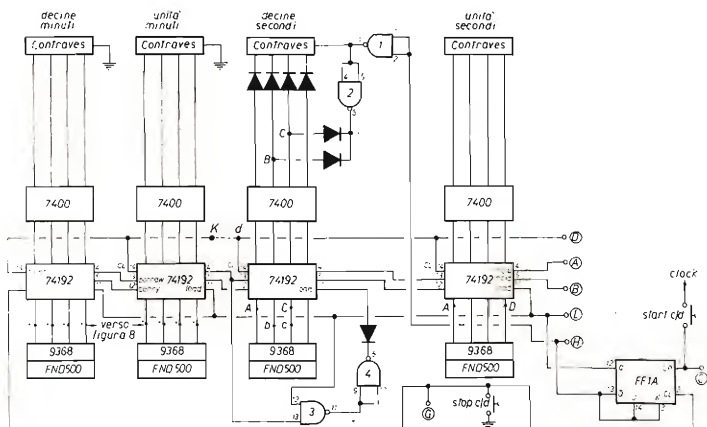

figura 1
Usa (figura 1) quattro decadi 74192 che sono up/down possono cioè contare sia in avanti che indietro. Quando il Load (pin 11) è a massa (0 logico) presentano sulle uscite (pins 2-3-6-7) lo stesso codice BCD presente sulle entrate (pins 1-9-10-15). A impostare gli ingressi «data» provvedono i contraves binari; poiché i contraves che si trovano normalmente in commercio hanno le uscite negate, sono messi cioè a zero i bit corrispondenti al numero impostato, si interpongono tanti inverter quanti sono i bit necessari (quattro per decade ovviamente); io ho usato le solite nand 7400 con gli ingressi cortocircuitati.
K...d ponticello di figura 1